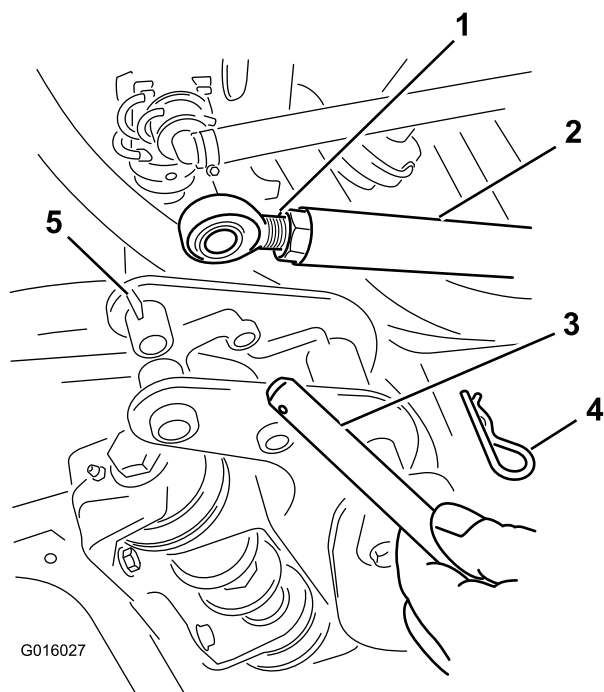

図 4
2. 各ブームから、ヘアピンコッターを抜き取り、ブームピボットピンのハウジングからロッドを外す（図 4）。